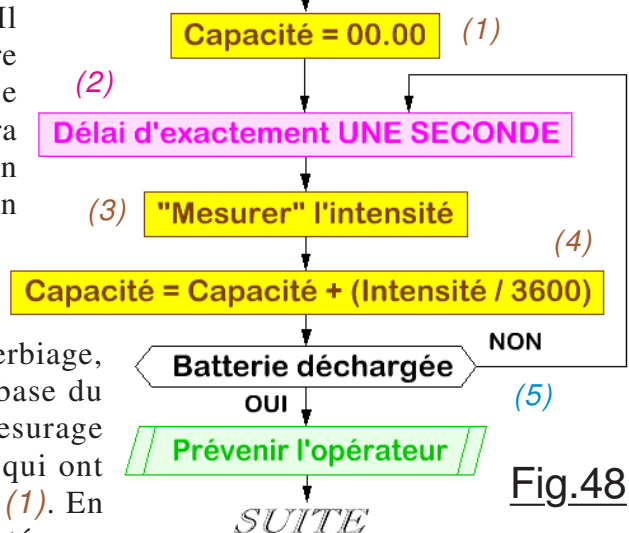
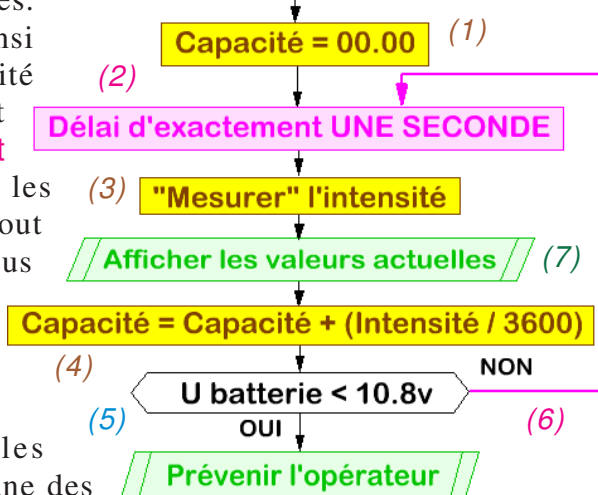

Fig.48
Fig.49
nombre d'électrons" qui sont passés dans le circuit. Il ajoutera ce petit paquet à un total cumulé qui par nature correspondra en fin de décharge à la Capacité de l'accumulateur testé. Chaque petit paquet correspondra à une Ampère Seconde si le courant est exprimé en Ampères. Comme on désire présenter la capacité en Ampères Heures, il suffira de diviser le cumul par 3600 à la fin du processus, ou pour chaque "petit paquet" ce qui permet d'afficher en permanence la capacité actuellement confirmée. Mieux que tout ce verbiage, l'organigramme de la Fig.48 résume le principe de base du processus mis en œuvre dans ce projet. Quand le mesurage débute pour un nouveau test, le nombre d'électrons qui ont été prélevés est nul, donc la capacité est annulée en (1). En (2) la précision de la mesure sera directement impactée par le respect rigoureux d'**exactement UNE SECONDE**. Pas besoin d'insister sur le soin qui devra être apporté à la précision et la finesse en (3) pour déterminer la valeur instantanée du courant. Notez que "**Mesurer**" est mis entre guillemets car nous devons y revenir. Enfin en (4) on ne fait que cumuler à chaque seconde le petit paquet d'électrons qui a traversé le robinet électrique. Pour déterminer le moment où l'accumulateur sera considéré comme entièrement déchargé, on mesure à chaque fois la tension qu'il présente à ses bornes. Au nominal, c'est à dire pendant une très grande majorité de son utilisation, la tension avoisine 12V. Quand la batterie est globalement déchargée, assez rapidement la tension s'effondre. À 11V on peut déjà considérer qu'elle est vidée, **et il importe impérativement de la recharger** sans trainer. Pour ménager une marge de sécurité, dans le programme la valeur adoptée est de 10,8V sachant que pour passer de 11V à 10,8V sur l'élément de la Fig.1 il ne faut que trois minutes, la résistance interne à ce stade augmentant assez rapidement.
Fondamental en électronique, en informatique, en robotique, calibrer le temps qui s'écoule est tellement impératif que tous les microcontrôleurs actuels sont pourvus de ressources internes dédiées à cette préoccupation. Exemple : un servomoteur est piloté en envoyant à son asservissement des impulsions de fréquence et de durées calibrées. Nous n'aurons vraiment aucune difficulté à gérer ce paramètre temporel. Dérivé directement de la Fig.48, l'organigramme de la Fig.49 présente en (5) la valeur du test et surtout montre en (7) qu'à chaque mesure l'écran LCD sera rafraîchi pour présenter les nouvelles valeurs du moment. En fonction des options imposées par l'opérateur, il sera possible d'indiquer la température du radiateur, la tension actuelle aux bornes de la batterie et bien d'autres paramètres encore. En fonction de ce qui sera écrit sur l'écran LCD, l'ATmega328 prendra des durées différentes. Les calculs pour afficher la valeur de la température ainsi que ceux pour déterminer la grandeur du courant débité également. Pourtant, toute la boucle située entre (2) et son retour en (6) devra présenter une durée d'**exactement UNE SECONDE** quel que soit le temps passé dans les innombrables instructions situées entre les deux. Avec tout ce que cache le microcontrôleur de la carte Arduino, nous avons à notre disposition plusieurs moyens pour gérer le temps. C'est la fonction `millis()` du langage C++ compilé de l'**IDE** qui va faciliter considérablement le chronométrage de la boucle "rose" sans avoir à tenir compte des variations de temps consommés par les instructions situées dans la boucle. Elle fait appel à l'une des particularités de l'ATmega328. Sur sa puce électronique est implanté un compteur binaire totalement indépendant qui est incrémenté par l'horloge interne du circuit intégré mille fois par seconde. Sur un RESET, ce compteur est remis à zéro. L'électronique de ce compteur intègre "32 Bits", il peut aller jusqu'à 4294967295 sans repasser à zéro. Un rapide calcul montre que suite à un RESET il faut 40 jours pour arriver à le "remplir". Ce compteur contient le temps qui s'est écoulé depuis un RESET en mS, sa précision est considérable puisque c'est l'horloge à quartz de la carte électronique qui le pilote. La fonction `millis()` retourne sous la forme d'un **unsigned long** la valeur lue dans le compteur électronique. L'utilisation de cette